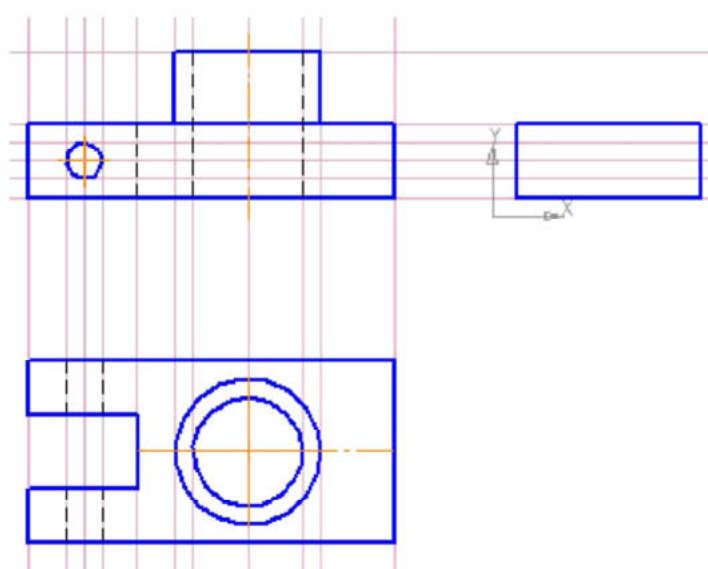

Рис. 9
- ☐ с помощью – **Прямоугольника** постройте основание детали на виде слева (высота 20 мм, ширина 50 мм) **Без осей**, расположив с правой стороны от главного вида. Построение начинайте снизу вверх (рис. 9);